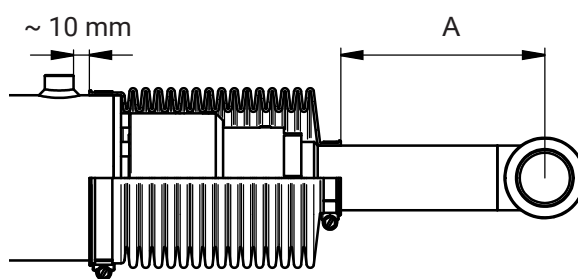

Bild 39. Montering av damasker
11. Montera cylindrarnas damasker. Bild 39.